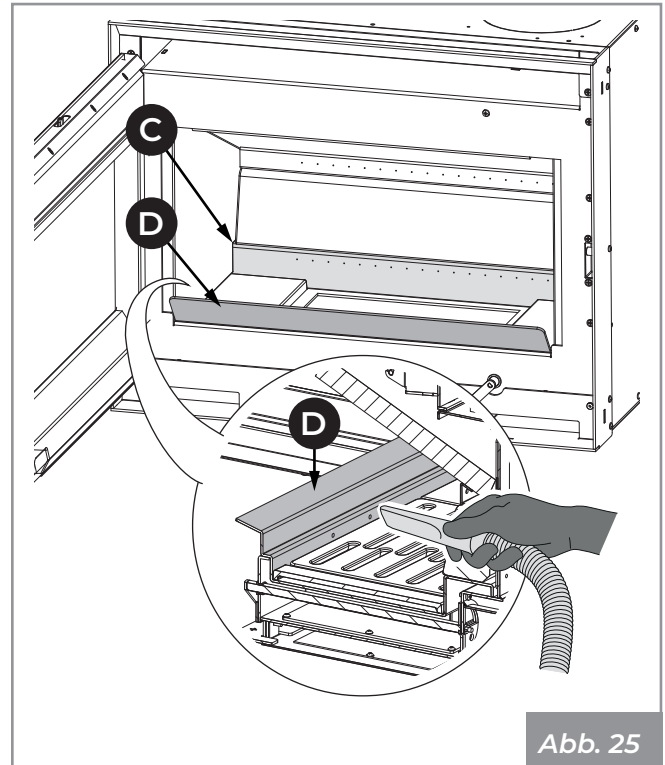

Abb. 25
- 2) Ziehen Sie die Aschelade (**B**) aus dem Sockel und saugen Sie die in den Fächern darunter angesammelte Asche auf (**Abb. 25**).
- 3) Die hinteren (**C**) und vorderen (**D** - wo vorgesehen) Löcher des Verbrennungsluftverteilers (**Abb. 25**) absaugen, um die eventuelle Ablagerung von Asche zu vermeiden.